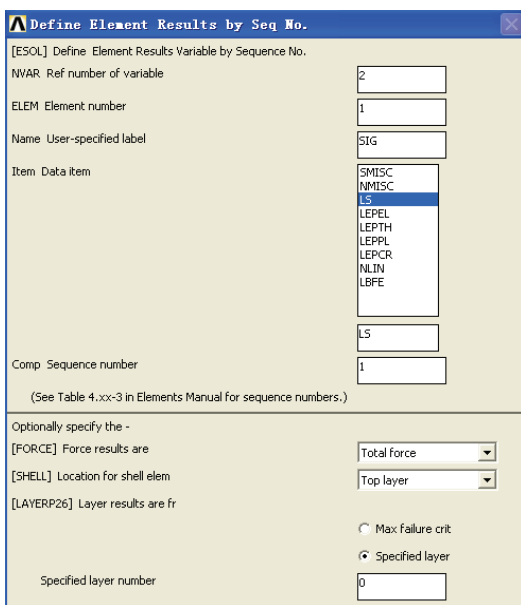

图 5-109 定义单元结果变量对话框
1) 选择 Main Menu | TimeHist Postpro | Define Variables 命令, 出现 Define Time-History Variables 对话框, 单击 Add 按钮, 出现 Add Time-History Variable 对话框, 在 Type of variable 选项中选择 by seq no., 单击 OK 按钮, 出现 Define Element R 拾取菜单, 在输入栏中输入 1, 单击 OK 按钮, 出现 Define Element Results by Seq No.对话框, 参照图 5-109 所示对其进行设置, 单击 OK 按钮关闭该对话框。